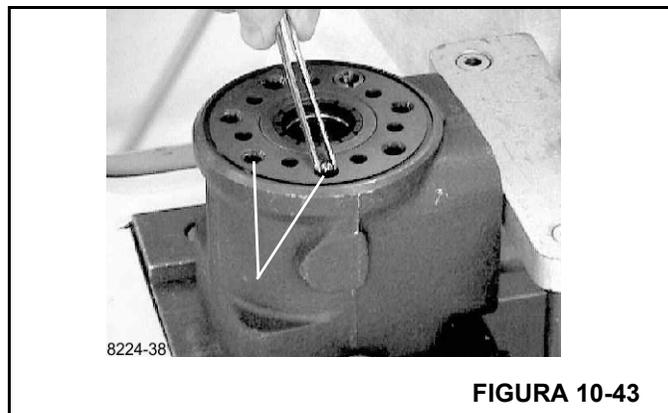

FIGURA 10-43
18. Coloque uma esfera nos dois furos indicados (Figura 10-43).